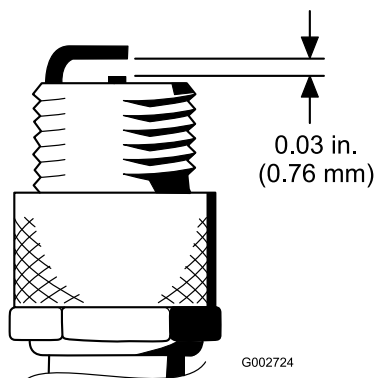

Figure 29
4. Réglez l'écartement entre les électrodes centrale et latérale à 0,76 mm, comme montré à la Figure 29.